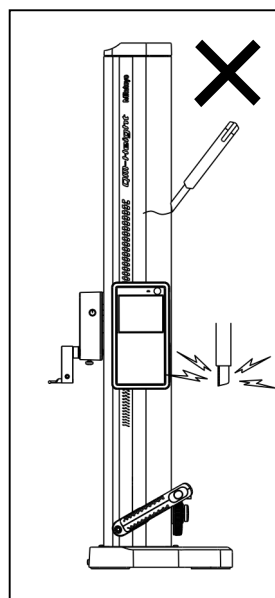

Fig. 3
- Nu se aplică sub nicio formă vreo tensiune externă la QM-Height, de exemplu, cu un gravor electric. Nerespectarea acestui lucru poate duce la probleme. (Fig.3)